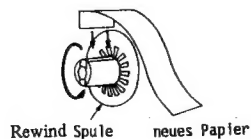

Fig. 5
8. Journalrolle : Aufwickelspule aus der Halterung nehmen. Volle Journalrolle nach links abziehen. Neue Rolle in die dafür vorgesehene Führung einlegen, siehe Abb.5 und 2-3 mal drehen und wieder in die Halterung einlegen.